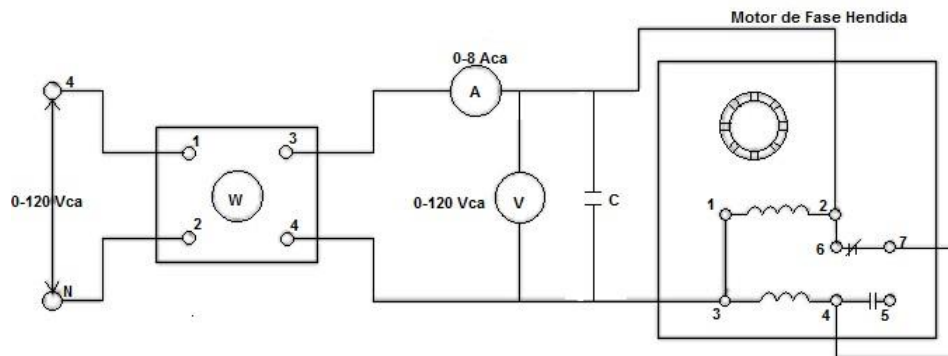

Figura 2
5. Conecte en paralelo dos módulos de capacitancia y el motor, como se aplica en la figura 2 conecte las seis secciones de capacitancia en paralelo y abra (posición abajo) todos los interruptores articulados de los capacitadores.